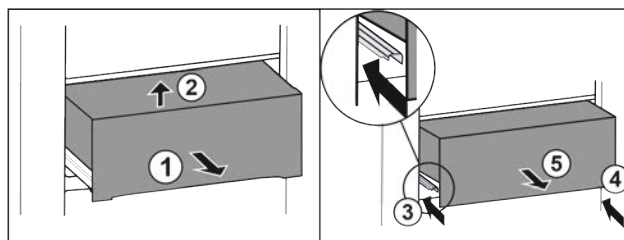

Fig. 32
- ▶ Вытяните выдвижной ящик наполовину Fig. 32 (1).
- ▶ Приподнимите спереди Fig. 32 (2).
- ▶ Вставьте левую направляющую Fig. 32 (3).
- ▶ Вставьте правую направляющую Fig. 32 (4).
- ▶ Извлеките выдвижной ящик движением вперед Fig. 32 (5).